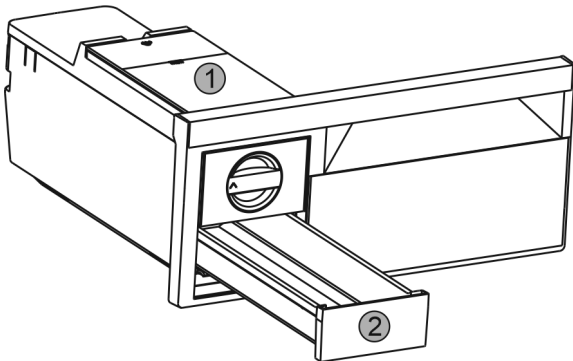

Fig. 39
- ▶ Wyjąć zbiornik wody Fig. 39 (1) i szufladę na kostki lodu Fig. 39 (2).